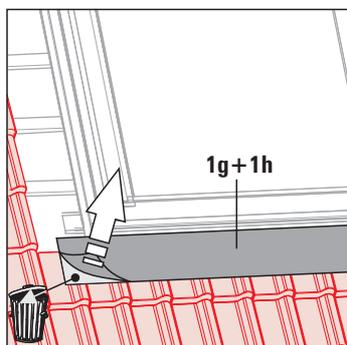

Fig. 3-58 Étape 16
16. Soulever légèrement la bande de bitume (fig. 3-58).